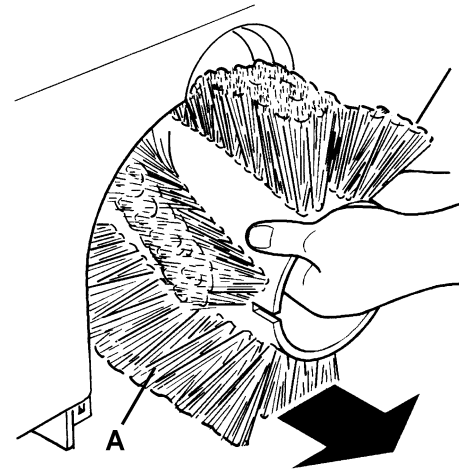

Abbildung 4
6. Die Hauptkehrwalze (A, Abb. 4) entfernen.